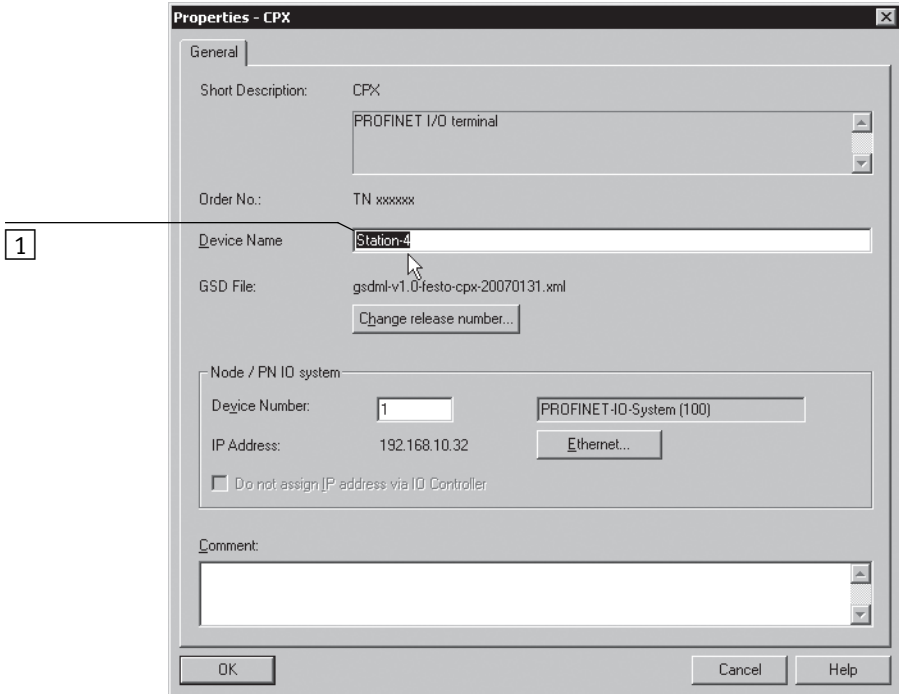

Fig. 2/4 : Caractéristiques du terminal CPX – Nom d'appareil
7. Dans le champ “Device Name” (1 dans Fig. 2/4) ou “Name” (1 dans Fig. 2/5), saisir un nom d'appareil uni-voque pour le terminal CPX : Par ex. CPX-01, Station-xy ou une désignation spécifique à l'application.